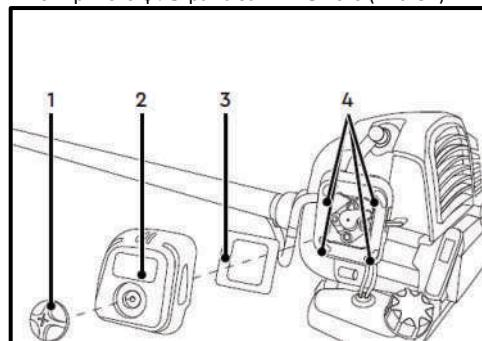

Рис. 57
- Зніміть кришку (2) корпусу повітряного фільтра з мотокоси (Рис. 57);
- Зніміть фільтрувальний елемент (3), **\*залежно від моделі** – промийте його в чистій воді із милом та просушіть, або продуйте повітрям тиском не більше 2,5 бара (замініть, якщо він пошкоджений) (Рис. 57);
- Після очищення фільтруючого елементу (3), встановіть його в корпус повітряного фільтра, розташувавши за кронштейнами (4) (Рис. 57);
- Встановіть кришку (2) корпусу повітряного фільтра на мотокосу (Рис. 57);
- Встановіть гвинт (1) в отвір кришки (2) повітряного фільтра та затягніть його (Рис. 57).